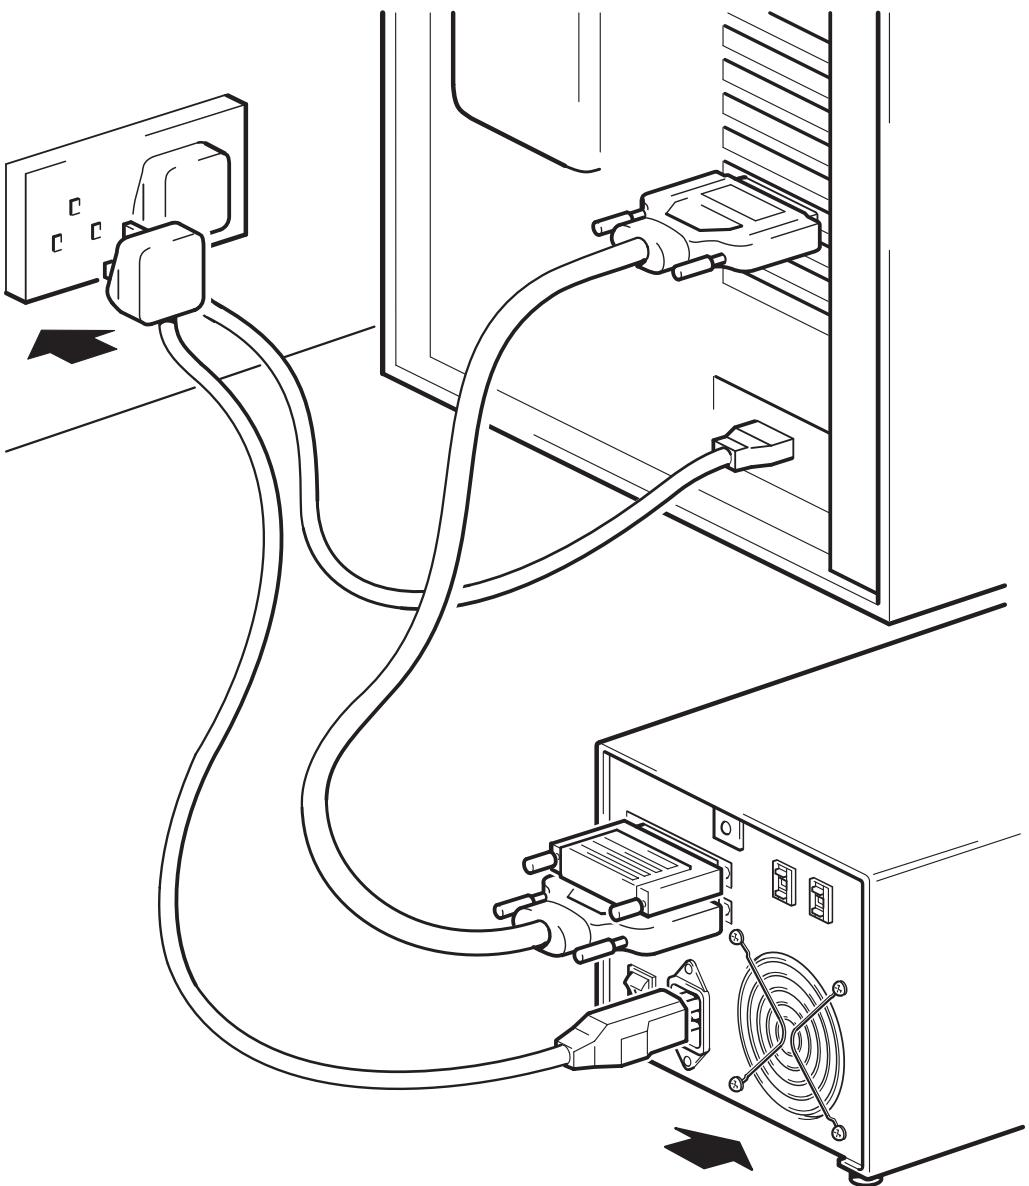

Рис. 7. Подключение кабеля питания
- 2** Плотно вставьте кабель питания в разъем на задней панели автозагрузчика (см. Рис. 7).